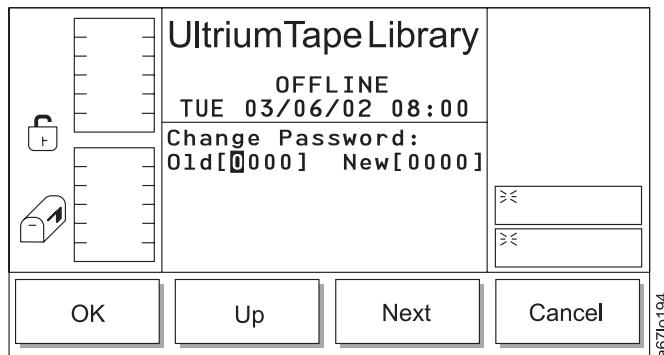

Abbildung 157. Dialog zum Festlegen oder Ändern des Kennworts
Anmerkung: Bei der ersten Aktivierung der Sicherheit steht das Kennwort auf 0000. Wollen Sie das Kennwort in ein Kennwort Ihrer Wahl ändern, wählen Sie **Next** aus, damit das Feld **Set/Change Password** hervorgehoben wird, und wählen Sie **OK** aus. Der Dialog zum Festlegen oder Ändern des Kennworts erscheint (siehe Abb. 157 auf Seite 171).
- Wird **Next** ausgewählt, wird das nächste Feld in der Liste zum aktiven Feld. Ist das nächste Feld das Feld **Set/Change Password**, erscheint der Dialog zum Festlegen oder Ändern des Kennworts (siehe Abb. 157 auf Seite 171).
Kennwort festlegen/ändern: Wird im Sicherheitsdialog Yes/No ausgewählt und ist Set/Change Password hervorgehoben, erscheint der Dialog zum Festlegen oder Ändern des Kennworts (siehe Abb. 157).
Tabelle 106. Übersetzung von Abb. 157 auf Seite 171, Dialog zum Festlegen oder Ändern des Kennworts